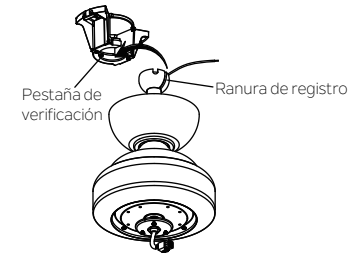

Fig. 9
Paso 5. Ahora, levante el cuerpo del motor hasta ubicarlo en posición y coloque la bola colgante dentro del soporte colgante. Gire hasta que la "pestaña de verificación" haya caído en la "ranura de registro" y se haya asentado con firmeza. (Fig. 9). El cuerpo del motor no girará si esto no se hace correctamente.